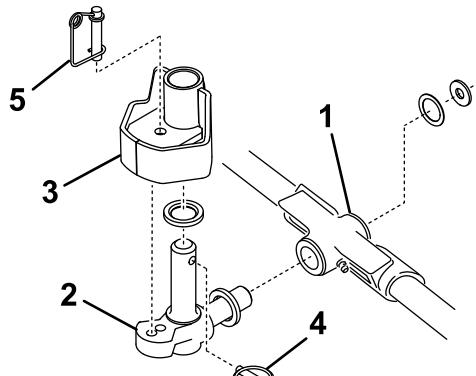

Figure 13
- Montez une rondelle de butée sur l'axe horizontal du pivot comme illustré à la Figure 13.
2. Insérez l'axe horizontal du pivot dans le tube de montage du bâti porteur (Figure 13).
3. Fixez le pivot au bâti porteur avec une rondelle de butée, une rondelle plate et une vis à embase (Figure 13).
4. Insérez une rondelle de butée sur l'axe vertical du pivot (Figure 13).
5. S'il a été déposé, insérez l'axe vertical du pivot dans le moyeu de pivot du bras de relevage (Figure 13). Guidez le pivot en position, entre les deux amortisseurs de centrage en caoutchouc, dans le dessous de la plaque de direction du bras de relevage.
6. Insérez la goupille à anneau dans le trou transversal de l'axe de pivot (Figure 13).
Remarque: Si une position de plateau de coupe fixe est requise, insérez la goupille de blocage de direction dans le trou de fixation du pivot (Figure 13).
11. Accrochez le ressort autour du bas de la goupille de blocage de direction (Figure 13).